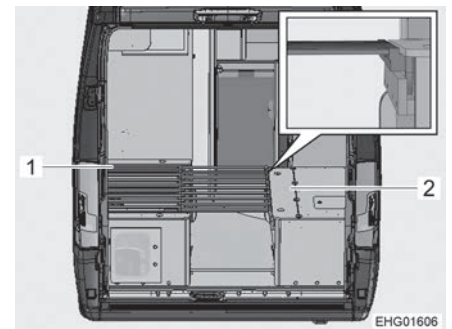

Fig. 84 Durante la transformación
- Levantar el somier (Fig. 84,1) del banco izquierdo ligeramente y extraer el somier extraíble.
- Abrir la tapa del armazón de la cama (Fig. 84,2) del banco derecho.